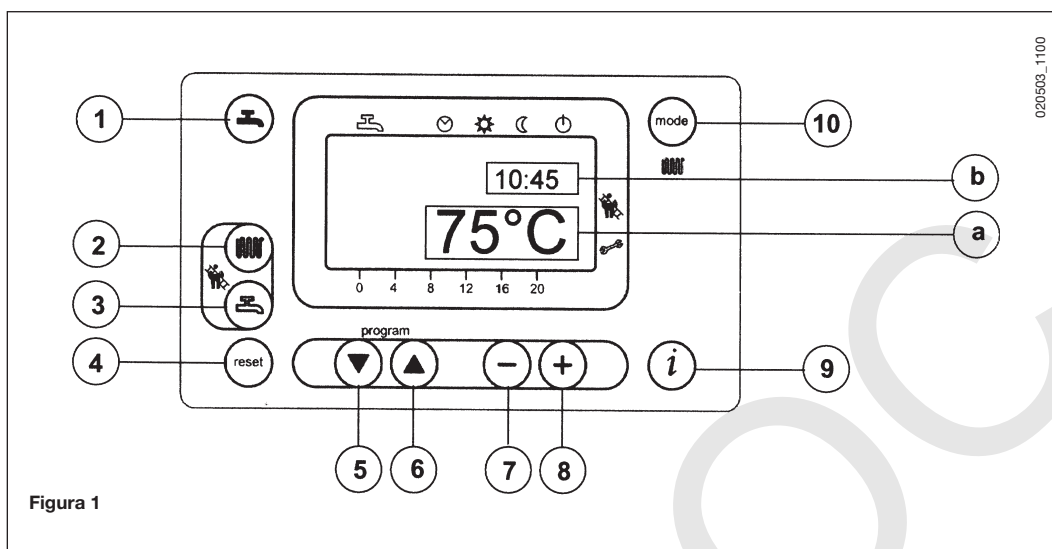

Figura 1
- Premir a tecla  (2- figura 1) para programar a temperatura da água de aquecimento;
- premir uma das duas teclas   (1 ou 10 - figura 1) para memorizar e retornar ao menu principal.
N.b – Com sonda exterior ligada, mediante a tecla  (2 – figura 1) é possível efectuar a translação da curva de aquecimento (pendente). Premir as teclas   para diminuir ou aumentar a temperatura ambiente do local a aquecer.
- Premir a tecla  (3- figura 1) para programar a temperatura máxima da água quente sanitária;